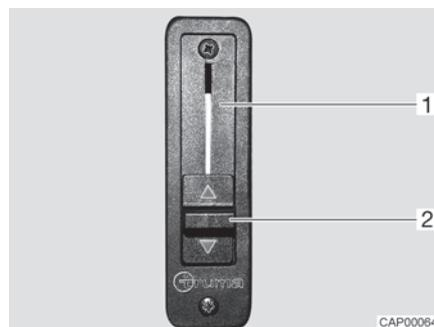

Bild 8 Schieberegler für Strangsperr
- Schieberegler (Bild 8,2) ganz nach oben schieben. Die Strangsperr (Bild 8,1) ist geöffnet. Die Wohnraumheizung beheizt auch die Frontscheibe.
- Schieberegler (Bild 8,2) ganz nach unten schieben. Die Strangsperrschlüssel ist geschlossen. Wohnraumheizung und Heizung des Basisfahrzeugs sind voneinander getrennt.